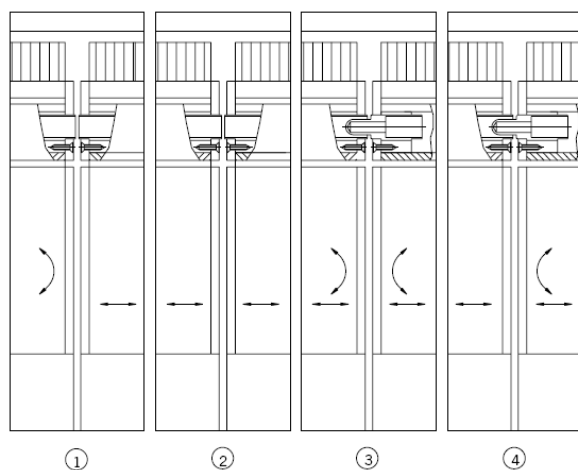

Fig. 13
13. Способы соединения (Рис. 13):